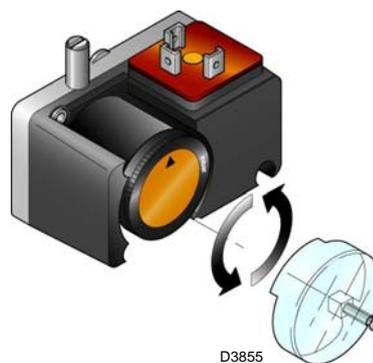

Abb. 34
- Regeln Sie den Minimal-Gasdruckwächter (Abb. 34 auf Seite 38) auf den Skalenanfang.
Die Einstellung des Minimal-Gasdruckwächters (Abb. 34) durchführen, nachdem alle anderen Einstellungen am Brenner vorgenommen wurden. Dabei muss der Druckwächter auf den Anfang der Skala gestellt sein.